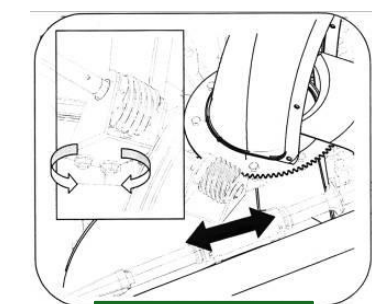

Abbildung 35
2. Ziehen Sie die Muttern nach. Siehe Abbildung 35.